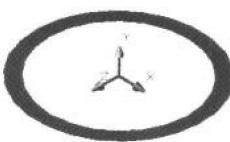

图 1-8 创建截面
- (1) 启动 AutoCAD 2002 中文版，打开文件 1-3.dwg。
- (2) 按照尺寸要求创建水管截面面域，如图 1-8 所示。